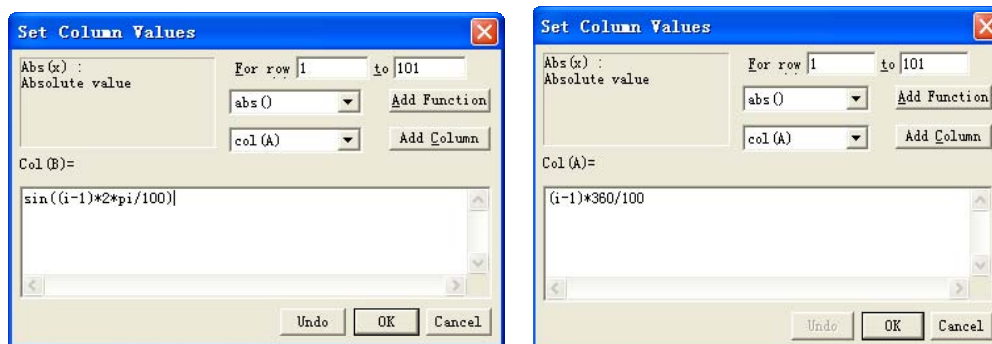

图 1.1 用函数表达式给数据列赋值
- # 在图 1.1 所示的对话框中输入函数表达式“ $\sin((i-1)*2*\pi/100)$ ”，其中 π 表示 π 值；
具体做法如下：选中一个数据列或数据列中的部分数据格（可用鼠标圈选），打开“Column”下拉菜单，选择“Set Column Values”（设置列值）命令，通过打开的对话框输入函数表达式对数据列进行赋值。其中可在数据格范围框中选择范围，在“Add Function”下拉框中选择函数表达式。该功能方便地完成绝大多数数据的计算和输入，是科学计算、绘图的一个常用功能。如图 1.1 所示。